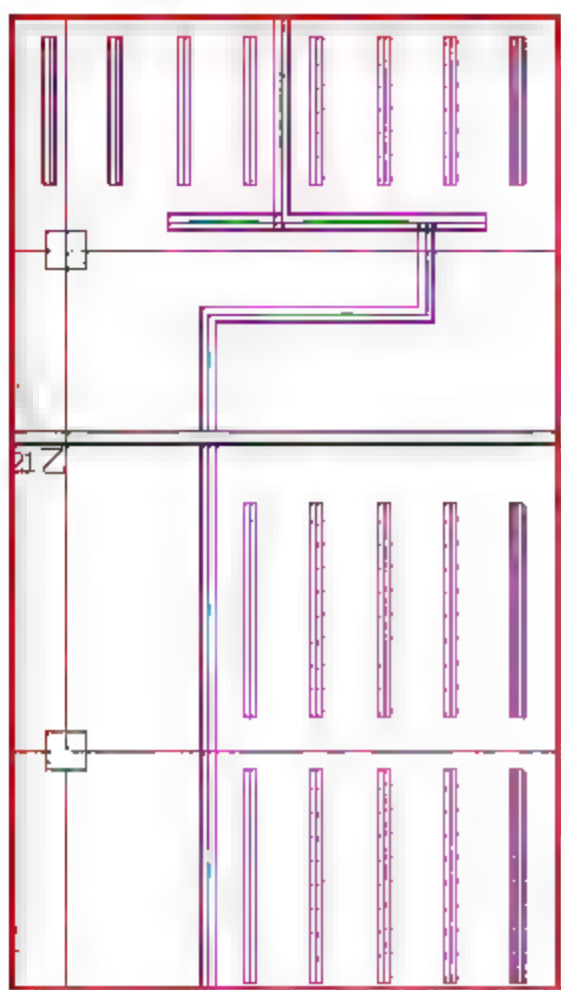
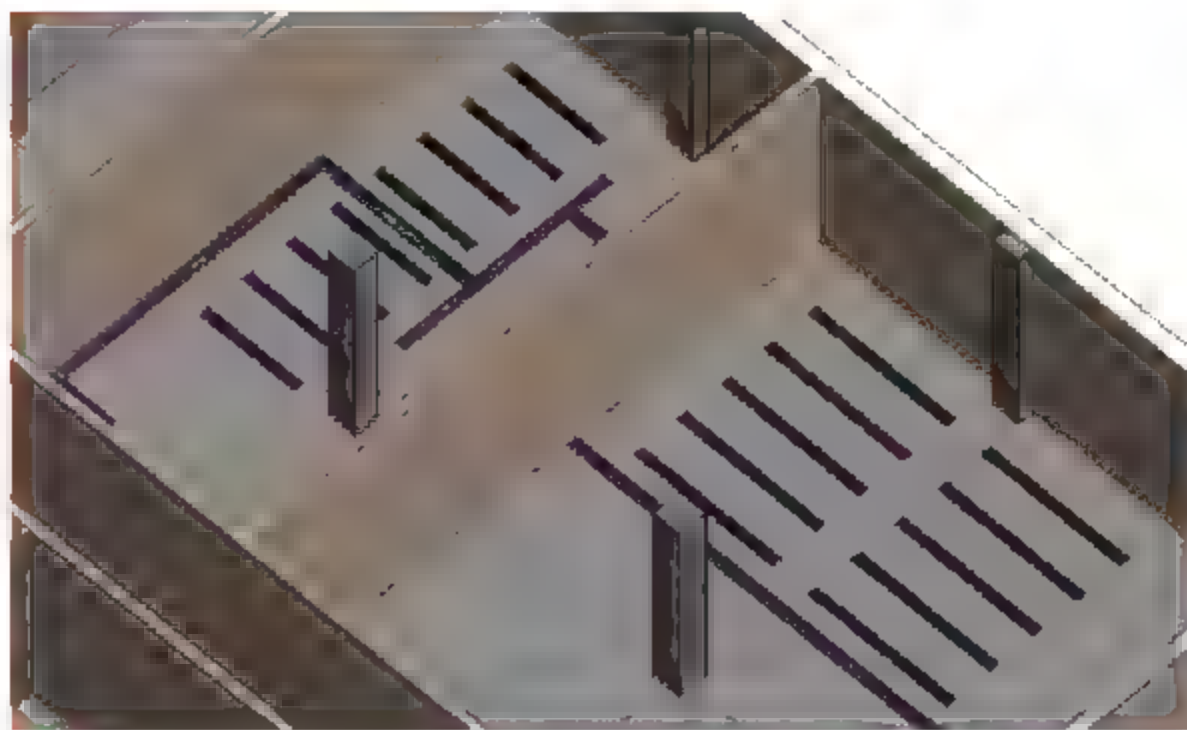

图 9.2.75 完成“200mm地沟”的绘制
图 9.2.76 3D 效果图
(30) 完成“200mm地沟”的绘制,如图9.2.75所示,3D效果如图9.2.76所示。